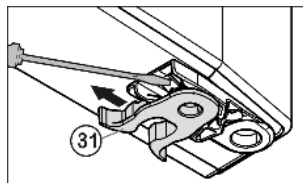

Fig. 10
- ▶ Premještanje opružne stezaljke Fig. 10 (31): Pritisnite osigurač prema dolje, prevucite opružnu stezaljku preko njega.